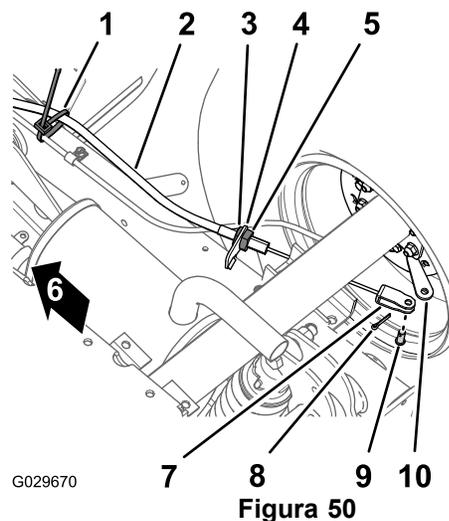

Figura 50
1. Na parte inferior da máquina, retire a braçadeira que prende o cabo do travão de mão à linha do travão de serviço (Figura 50).
2. Marque a faixa de rotação na porca de bloqueio dianteira para o cabo do travão de mão (Figura 50).
3. Desaperte a porca de bloqueio traseira e retire o cabo do suporte do cabo dos travões (Figura 50).
4. Retire o contrapino e o passador de forquilha que prendem a forquilha para o cabo do travão de mão à alavanca do atuador do travão e afaste o cabo da alavanca (Figura 50).
1. Passe o ajustador roscado do cabo do travão de mão para o suporte do cabo do travão e a forquilha na alavanca do atuador do travão (Figura 50).
3. Alinhe o ajustador roscado do cabo do travão de mão para o suporte do cabo do travão e aperte a porca traseira (Figura 50).